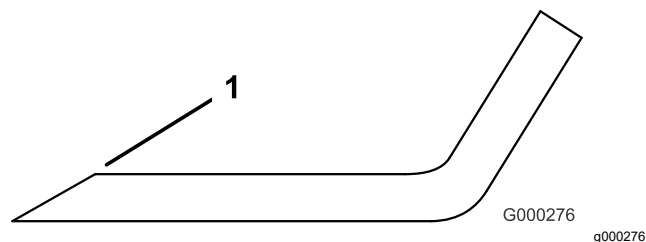

Figura 27
1. Afie a extremidade de corte em ambas as extremidades da lâmina (Figura 27).